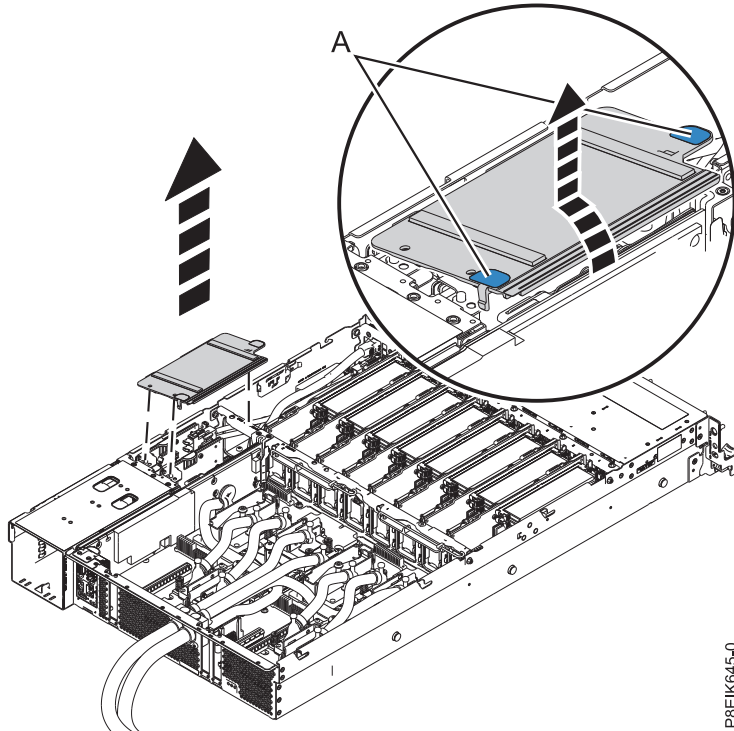

Figura 97. Extracción del deflector de aire de la tarjeta de expansión de alimentación
2. Extraiga el deflector de aire de la tarjeta de expansión de alimentación. Utilizando las pestañas azules (A), libere el deflector y levántelo del sistema. Consulte la Figura 97 en la página 85.